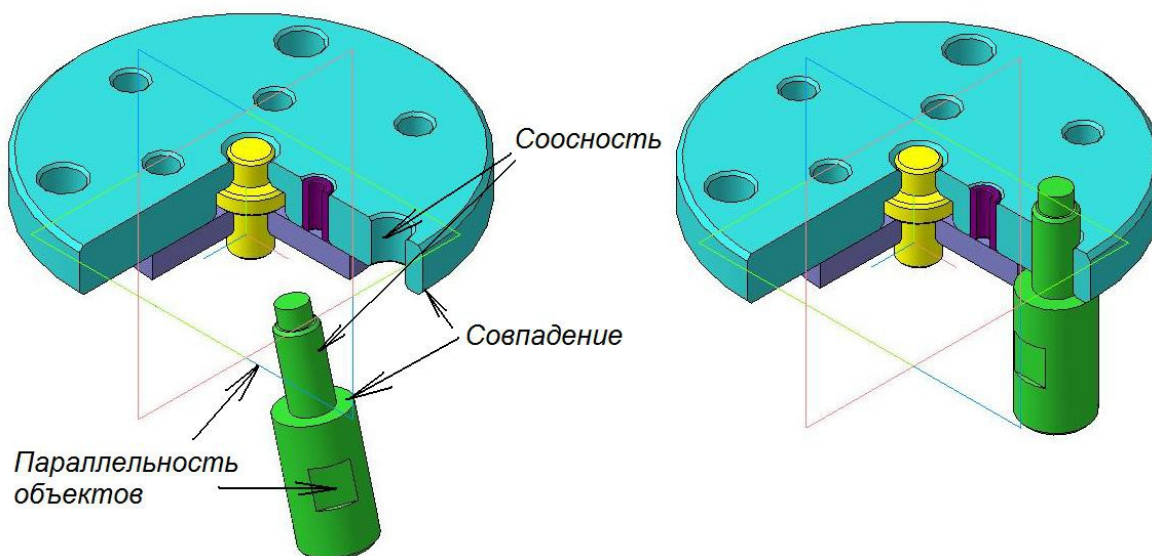

Рис.4.8. Схема выполнения сопряжений «Плита – Опора»
4. Ориентируясь на изображения рис. 4.8, установите в модель сборки «Прижим», задав следующие сопряжения поверхностей компонентов: